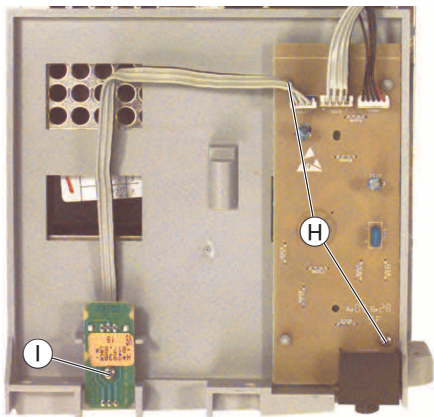

Fig. 3
- 2 Schrauben **H** (Fig. 3) herausdrehen und Eject-Platte herausnehmen.
- Schraube **I** (Fig. 3) herausdrehen und IR-Erfänger-Platte herausnehmen.
- Undo 2 screws **H** (Fig. 3) and remove the Eject board.
- Undo screw **I** (Fig. 3) and remove the IR Receiver Board.